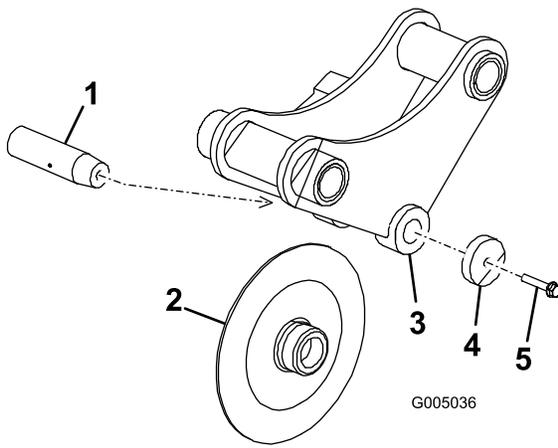

Figure 15
1. Sortez la vis de l'axe de coudre de 1,3 cm environ, puis frappez-la plusieurs fois avec un marteau pour dégager la goupille (Figure 15).
2. Enlevez complètement la vis d'axe de couteur, la rondelle, le couteur et l'axe (Figure 15).
3. Placez le nouveau couteur dans le support (Figure 15).
4. Glissez l'axe dans le support et le couteur et fixez-le avec la vis et la rondelle (Figure 15).